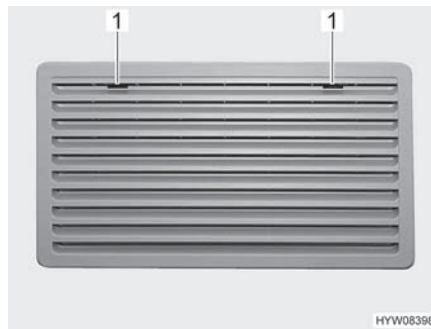
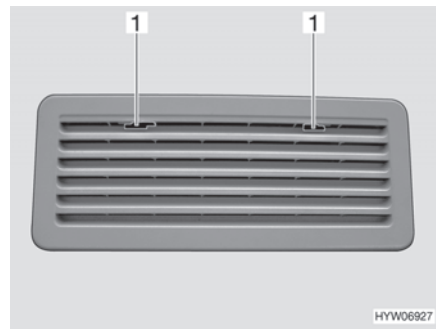

Fig. 183 Grille d'aération du réfrigérateur (Thetford, grande)
Fig. 184 Grille d'aération du réfrigérateur (Thetford, petit)
- Pousser le dispositif de blocage (Fig. 183,1 ou Fig. 184,1) vers le milieu.